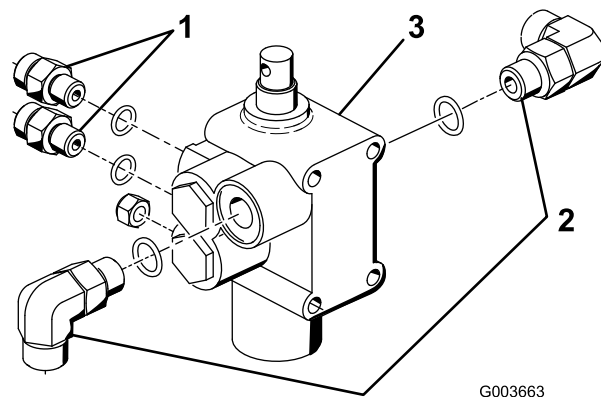

Figure 4
1. Vissez les 2 raccords hydrauliques droits et les deux raccords à 90 degrés dans la nouvelle soupape de levage. Positionnez les raccords comme illustré à la Figure 4. Ne serrez pas les raccords à 90 degrés à ce stade.